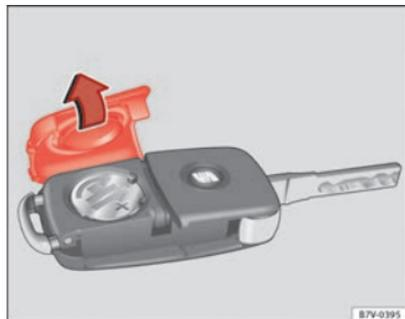

Fig. 15 Chiave del veicolo: copertura del vano della batteria.
- Togliere il coperchio della parte posteriore della chiave del veicolo ⇒ fig. 15 nel senso della freccia ⇒ ①.
- Posizionare il coperchio della chiave del veicolo, premendolo come indicato ⇒ fig. 15, nel senso contrario alla freccia, fino a che si incastra.